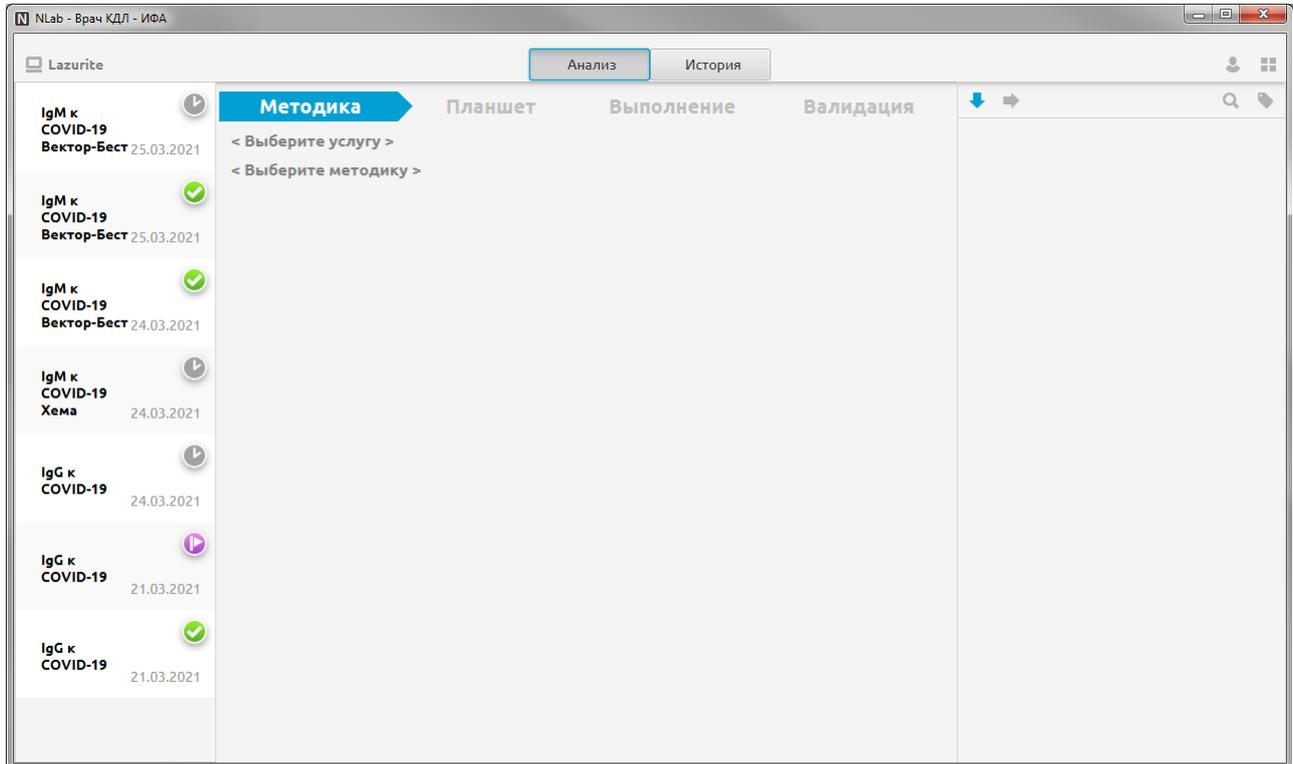
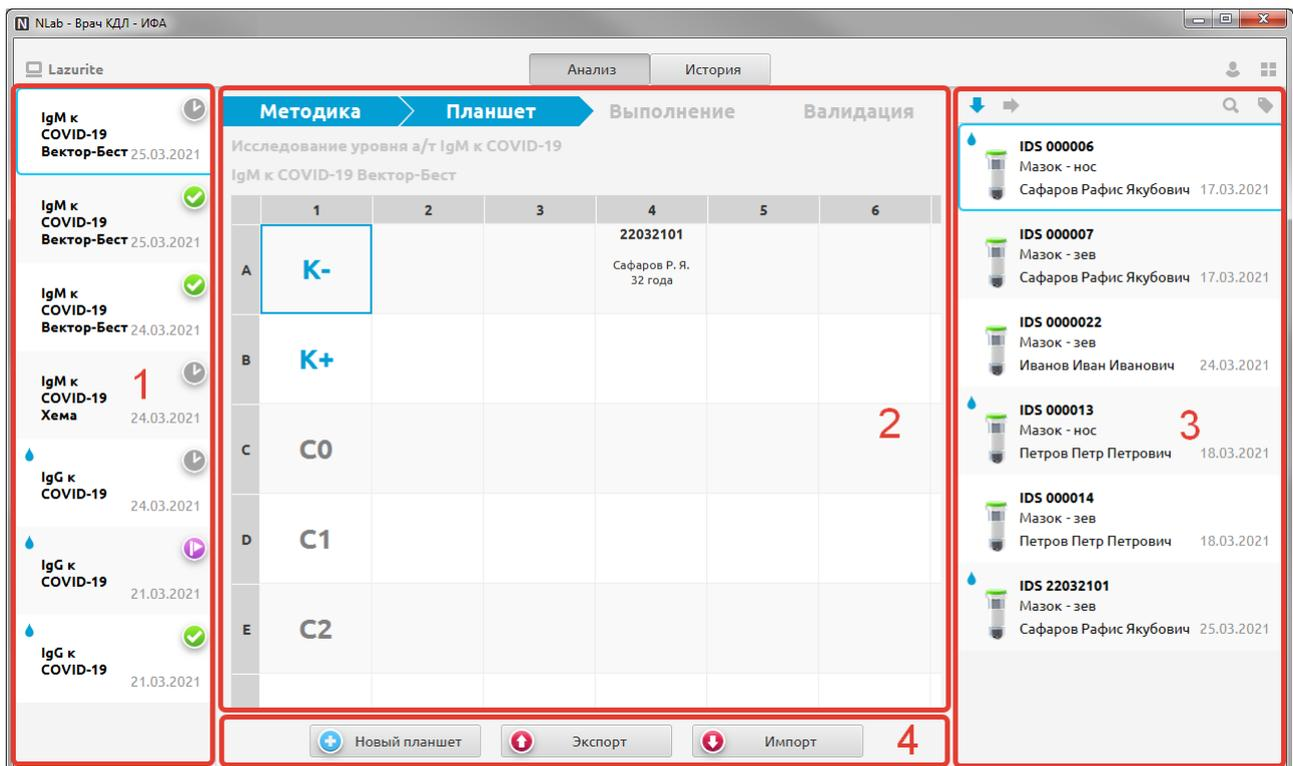

Рис. 81
Рис. 82
При вызове раздела «ИФА» по умолчанию отображается экран (с открытым подразделом «Анализ»), в котором можно сразу начинать проведение исследования - «раскапку» планшета (Рис. 81). Вариант экрана, когда в левом блоке выделен какой-либо планшет, показан на Рис. 82.
Основной экран подраздела «Анализ» состоит из четырех блоков (Рис. 82).
1. Левый блок (№1 на Рис. 82) – отображает список планшетов, которые в настоящее время находятся в работе. Планшеты исчезают из левого блока после архивирования результатов или после ручного удаления планшета. В
2. Центральный блок – отображает пустую область с надписями «Выберите услугу» и «Выберите методику» (Рис. 81) или экранное представление выбранного планшета с ячейками (№2 на Рис. 82).
3. Правый блок (№3 на Рис. 82) – отображает список проб, доступных для постановки на выбранном планшете.
4. Центральная нижняя панель (№4 на Рис. 82) – отображает кнопки добавления нового планшета, а также кнопки экспорта, импорта, валидации и архивации результатов, если они доступны для данного планшета/биоматериала на данном этапе.
Обратите внимание. Если экран раздела «ИФА» выглядит так, как показано на Рис. 81 – сразу нажмите надпись «Выберите услугу». Если экран раздела «ИФА» выглядит так, как показано на Рис. 82 – для начала работы надо нажать кнопку «Новый планшет» в нижней панели (или выделить любой планшет в левой части и выбрать пункт контекстного меню «Новый планшет») и далее – нажать надпись «Выберите услугу».